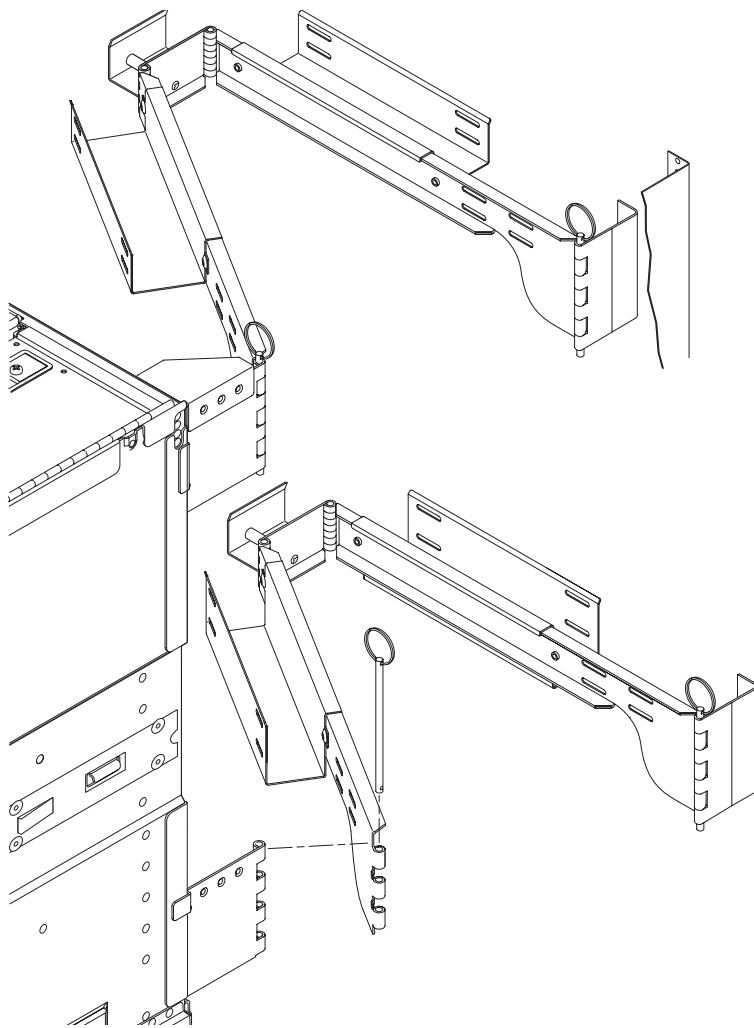

图 1-20 安装上部和下部电缆臂
8. 将 I/O 电缆臂重新连接至上部转轴支架，并装回铰链销以将其固定（图 1-20）。
9. 将电缆臂重新连接至下部转轴支架，并装回铰链销以将其固定（图 1-20）。